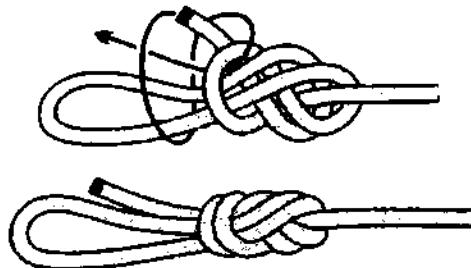

Рис. 252. 1-й способ вязки **римской восьмёрки** с использованием ходового конца. Узел вяжется из **восьмёрки односторонней**.
**Римская восьмёрка** – это усиленная **восьмёрка односторонняя** (рис. 252). После завязывания узел необходимо расправить и затянуть. Узел крепкий и безопасный, не ползёт, не сильно ослабляет трос и легко развязывается. **Римская восьмёрка** используется альпинистами при организации закреплений.